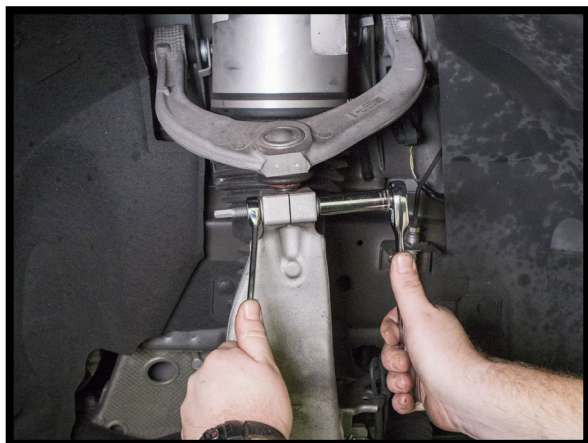

图 14
9. 找到并拆卸上控制臂球头螺母。将球头与主轴总成分离。(图14、15、16)